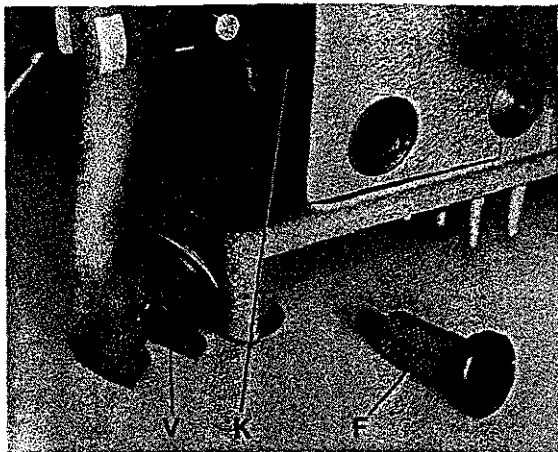

Fig.14
The oil filter (F, Fig. 14) has to be cleaned periodically in petroleum, according to its contamination. The oil filter can be removed by turning it counter-clockwise.
Chamber (K, Fig. 14) behind plug (V) has to be cleaned periodically, according to its contamination.
Der Ölfilter (F, Fig. 14) muß periodisch, je nach Verschmutzung in Petroleum gereinigt werden. Der Ölfilter kann durch Drehen im Uhrzeigersinn entfernt werden.
Die Kammer (K, Fig. 14) hinter dem Verschlußstopfen (V) muß periodisch, je nach Verschmutzung gereinigt werden.